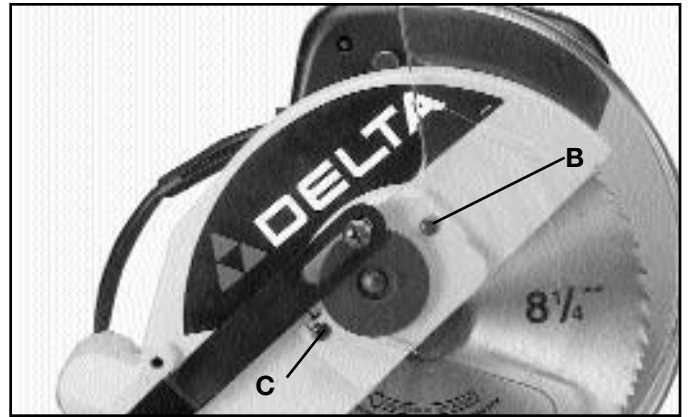

Fig. 28
2. Afloje los tornillos (B) y (C) Fig. 28, y gire el ensamblado del protector de hoja inferior hacia arriba.